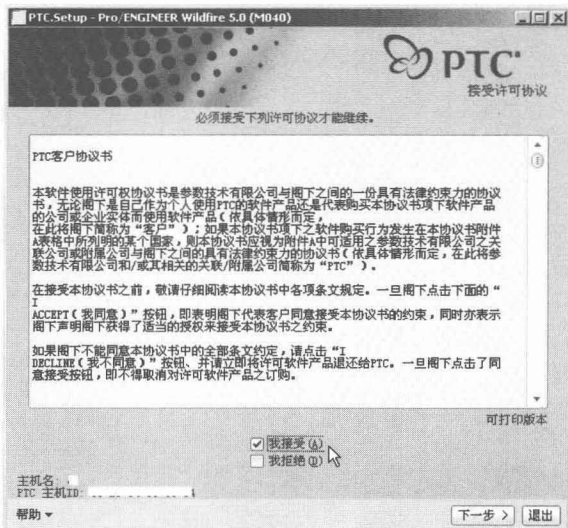

图 1-8 勾选“我接受”复选框
- 单击 **下一步>** 按钮，显示“接受许可协议”界面，勾选“我接受”复选框，如图 1-8 所示。